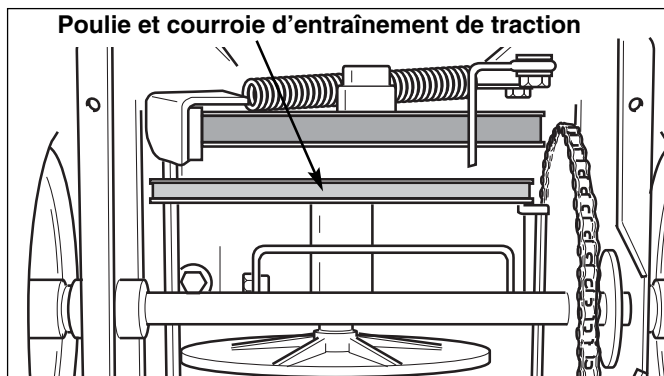

Figure 26. Poulie d'entraînement de traction (Couvercle inférieur retiré pour plus de clarté)
4. Glisser la courroie hors de la poulie de traction (voir Figure 26) et sortir la courroie de la machine entre la poulie de la vis sans fin et la poulie de traction (le couvercle inférieur n'a pas besoin d'être retiré pour cette étape).